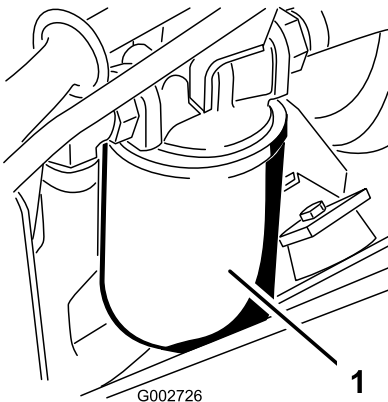

Bild 45
- Stellen Sie eine Auffangwanne unter den Hydraulikfilter, der sich links an der Maschine befindet (Bild 45).
- Montieren Sie den neuen Hydraulikfilter (Bild 45), indem Sie ihn von Hand soweit eindrehen, bis die Dichtung den Filterkopf berührt, und ziehen Sie den Filter dann um eine weitere $\frac{3}{4}$ Umdrehung an.